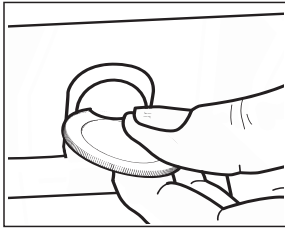

Bild 4
1. Avlägsna skruvarna och deras brickor till höger och vänster med hjälp av ett mynt eller specialverktyg (Bild 4).